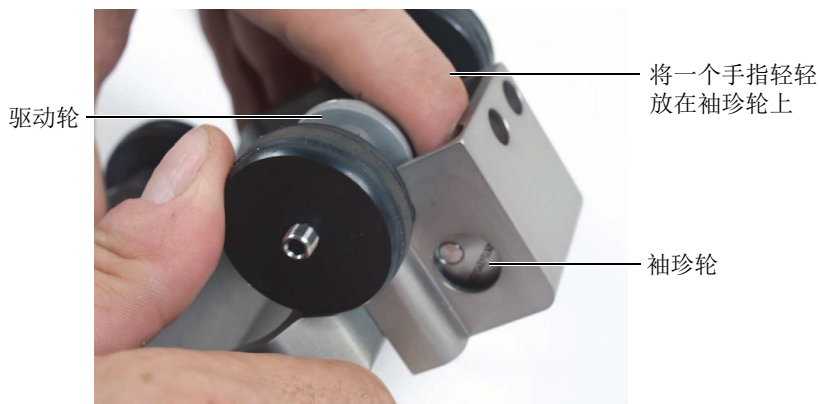

图 3-5 测试袖珍轮紧压性能调整的情况
3. 完成了以上调整操作后，核实袖珍轮编码器不会出现滑动。接下来，使用一个手指在袖珍轮上轻轻施压，同时尝试转动 HydroFORM 扫查器的轮子。扫查器的轮子和编码器的轮子应该同时转动（参见第 44 页的图 3-5）。